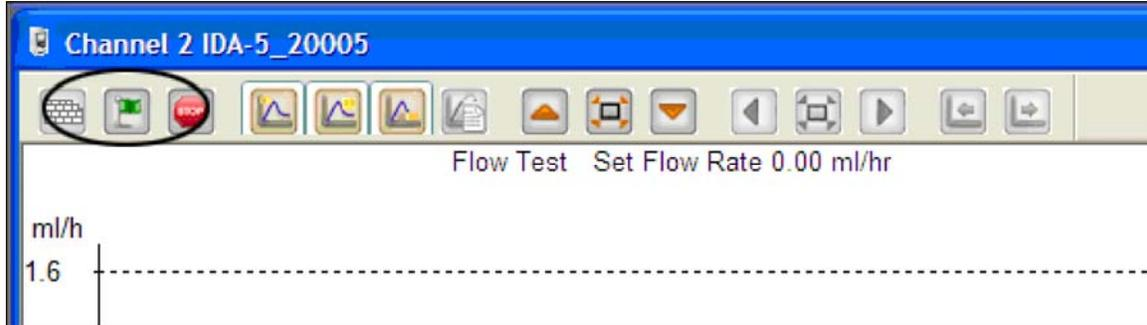

Abbildung 5. Start Channel (Kanal beginnen)
3. Führen Sie bei dem Kanal das Ansaugen durch. Wenn bei dem Kanal das Ansaugen durchgeführt ist, verschwindet das Spritzen-Symbol, und die Schaltfläche **Start Channel** (Kanal beginnen) (grüne Flagge) wird aktiviert (siehe Abbildung 5).